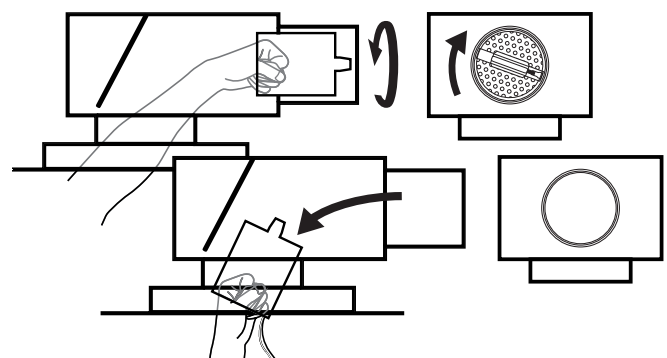

Bild 4. Spjällinsatsen vrids moturs för att lossas från lådan.
- 5) Ta tag i handtaget och vrid spjällinsatsen moturs så att den lossnar och dra ut spjällinsatsen ur lådan, se bild 4.